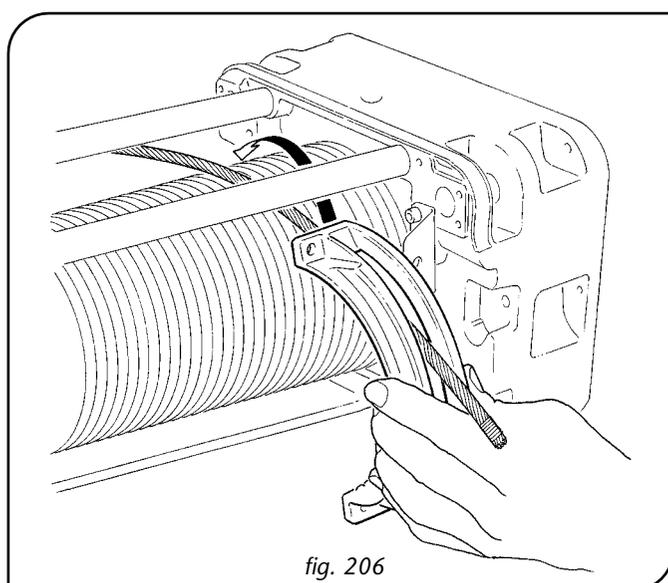

fig. 206
7. Placer le demi-anneau sur le tambour côté sortie de câble -16- et le tourner vers le côté de la poutre jusqu'à ce que le câble sorte vers le bas (fig. 206).